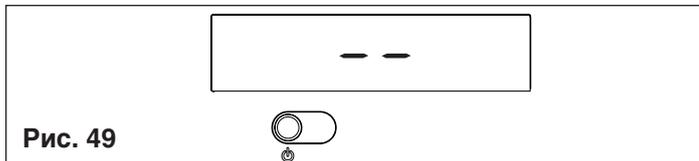
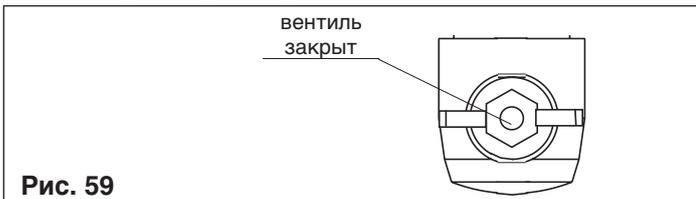

Рис. 49
Рис. 59
- ⚠ При повторном включении котел вернется в то состояние, в котором он находился перед отключением: если котел находился в режиме «зима» в момент выключения, то при включении он снова окажется в режиме «зима». Если он находился в состоянии OFF (выкл), то в центре дисплея будут отображаться две черточки (рис. 49). Нажмите кнопку чтобы включить котел.
Если вы отсутствуете непродолжительное время, нажмите кнопку , чтобы отключить котел. В центральной части дисплея загорятся две черточки (рис. 49). При этом электрическое питание останется включенным и останется открытой подача топлива, а котел будет под защитой следующих систем:
Если вы будете отсутствовать длительное время, нажмите кнопку чтобы отключить котел. В центральной части дисплея загорятся две черточки (рис. 49). Установите главный выключатель системы в положение «выключено». Закройте газовый кран, расположенный под котлом, повернув его по часовой стрелке (рис. 59)